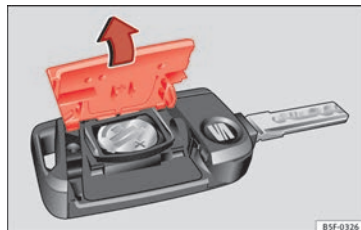

Bild 132 Bilnyckeln: öppna batteriluckan
- Öppna och ta bort fjärrkontrollens batteri-lucka » bild 132 i pilens riktning » ❶.
- Montera luckan enligt bilden » bild 132 och tryck den på fjärrkontrollens hus, i motsatt riktning mot vad pilen visar, tills den klickar på plats.
❶ VIKTIGT